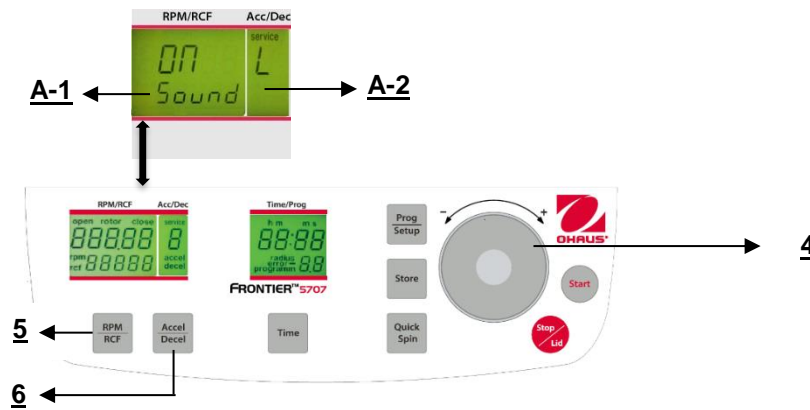

Figure. 29
Poursuivre conformément à la description du paragraphe 4.1.2 pour entrer dans ce mode de programme et appuyer ensuite sur la touche "**Accel/Decel**" (6). Sur l'affichage "**Acc/Dec**" (A-2), le mot "**Service**" clignote. Sélectionner maintenant la lettre "**L**" avec le cadran de réglage (4). Ceci entraîne l'apparition des mots "**On Sound**" sur l'affichage "**RPM/RCF**" (4). En appuyant maintenant sur la touche "**RPM/RCF**" (5), le mot "**On**" clignote et il devient possible de couper le son avec le cadran de réglage (4) (voir la figure 29).